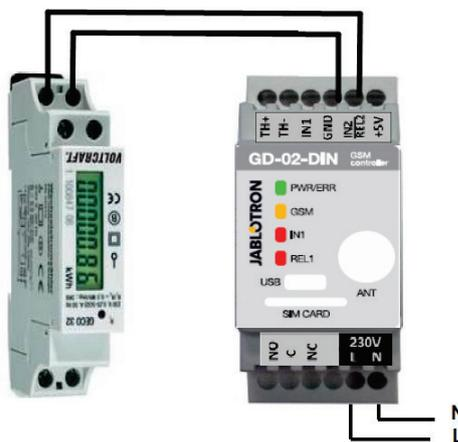

Figura 6: Modo de contador de eletricidade
- Este modo requer a conexão entre a saída de impulso e um contador de eletricidade secundário através de terminais IN2 e GND no GD-02-DIN (ver Figura 6). O contador de eletricidade pode ser monofásico ou trifásico.